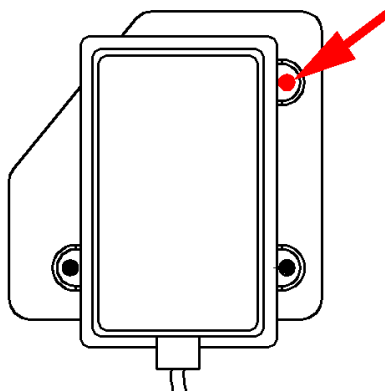

图3 俯仰角度调节
2. 若显示度数大于 0.2，则需要调节对应螺栓（雷达总成上方位置螺栓，如图 3 所示），当水平仪测量值小于 0.2 时，俯仰角度调节完成。